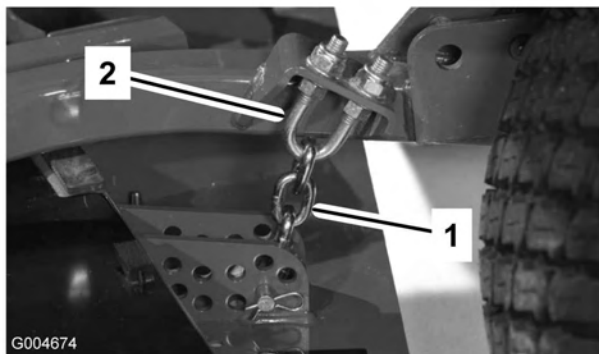

Bild 82
1. Lockern Sie die Klemmmuttern an der Ober- oder Unterseite des U-Bügels an der Schnitthöhenkette (Bild 82).